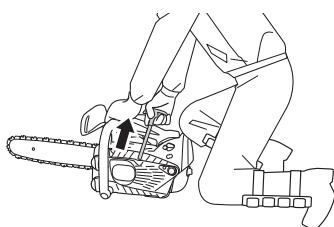

Fig. 13
5. Tire energéticamente del arrancador de retroceso, tomando la precaución de mantener el asidero bien sujeto para evitar que salte de la mano. (**Fig. 13**)
7. Tire de nuevo el arrancador de retroceso con fuerza de la misma manera antes mencionada. (**Fig. 13**)